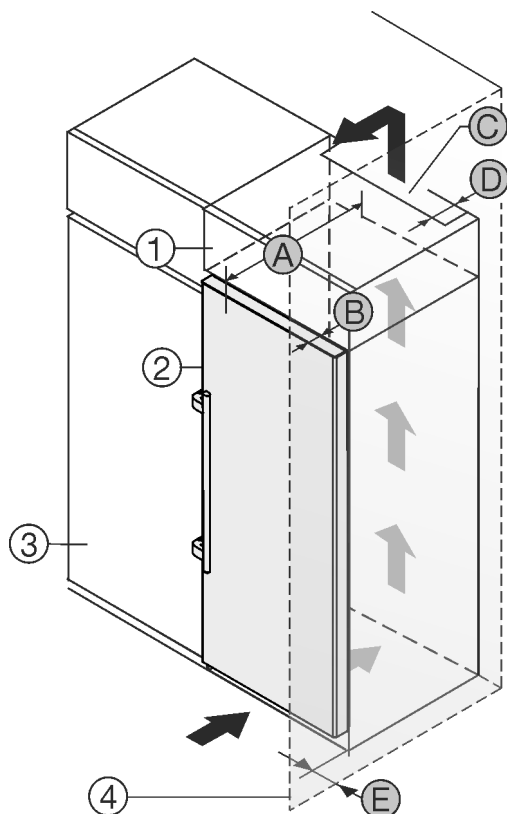

Fig. 1
Puteți amplasa aparatul direct lângă dulapul de bucătărie Fig. 1 (3).
În partea din spate a dulapului suspendat trebuie să existe o fantă de aerisire cu grosimea Fig. 1 (D) pe toată lățimea dulapului suspendat.
Sub tavanul încăperii trebuie să fie respectată secțiunea de ventilație Fig. 1 (C).
Atunci când montați aparatul cu balamalele lângă un perete Fig. 1 (4), distanța dintre aparat și perete trebuie să fie de minim 57 mm. Această valoare corespunde proeminenței mânerului cu ușa deschisă.
Astfel încât să puteți deschide complet ușa, aparatul trebuie să fie proeminent cu cel puțin adâncimea ușii Fig. 1 (B) față de suprafața frontală a dulapului de bucătărie. În funcție de adâncimea dulapurilor de bucătărie Fig. 1 (3) și utilizarea distanțierelor de perete, aparatul poate ieși mai mult în afară.